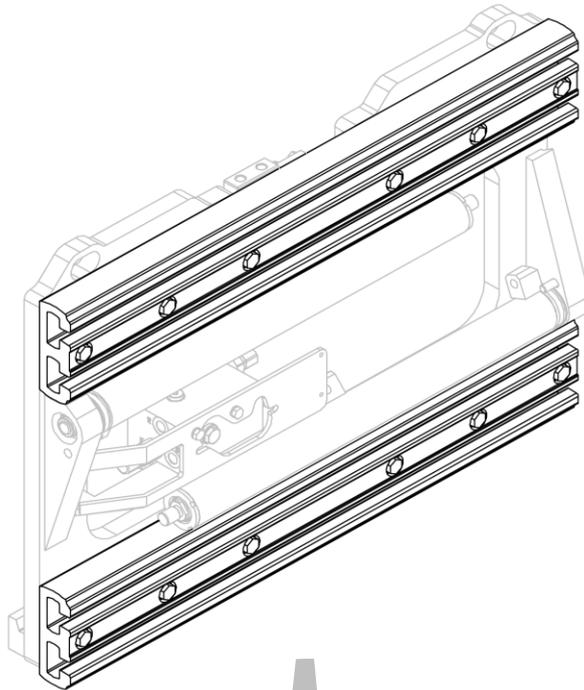
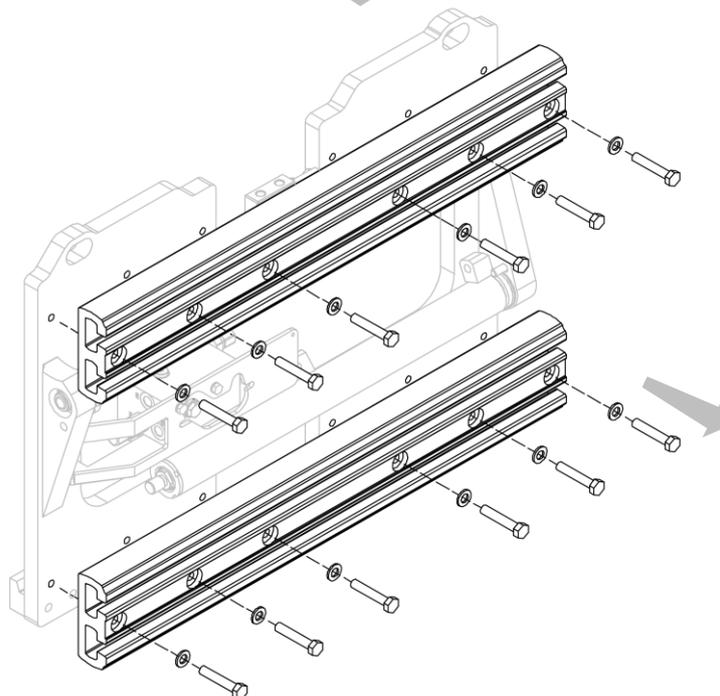

Abbildung 38
Abbildung 39
2. Schrauben Sie die Aluminiumprofile, eines nach dem anderen, ab und nehmen Sie sie ab (siehe *Abbildung 38* und *Abbildung 39*).